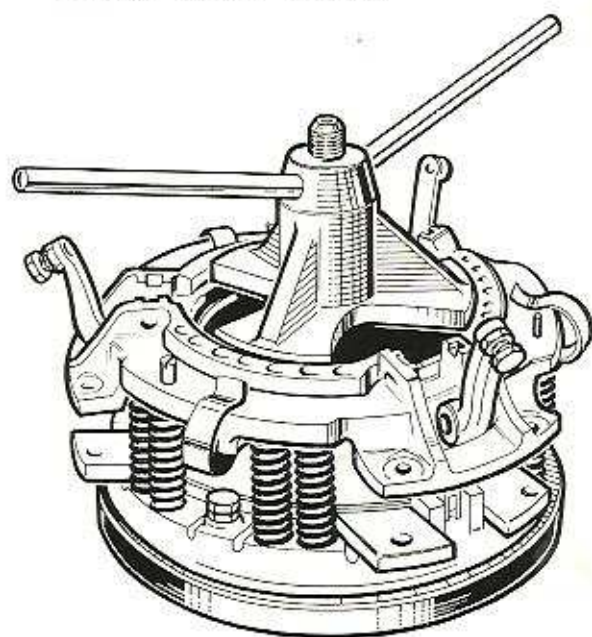

Fig. 8
- Présenter l'ensemble couvercle préalablement assemblé en guidant les doigts verticalement dans leurs logements et mettre en place le couvercle presseur (fig. 8).